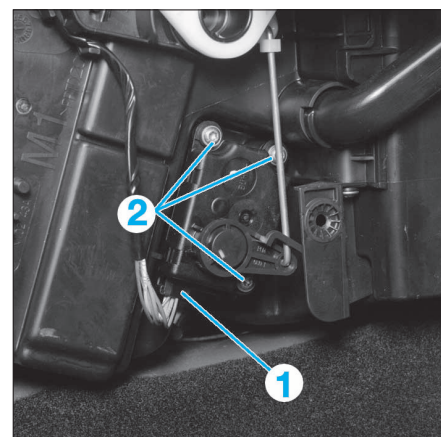

FIG. 22
- Débrancher le connecteur (1) du moteur de distribution (Fig.22).